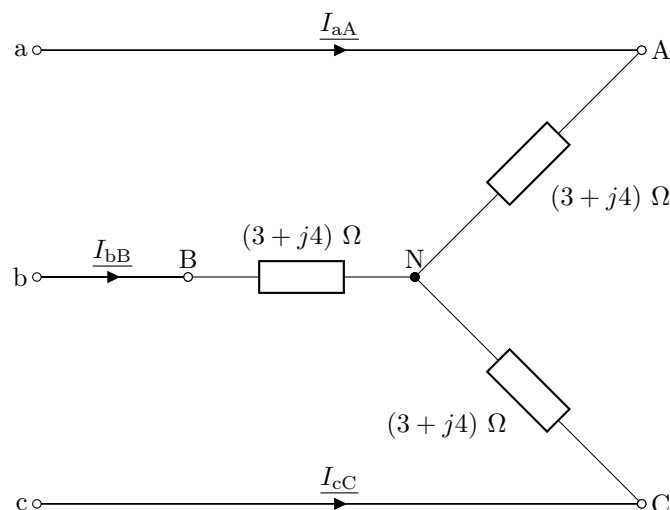

Figura 6.1: Circuito del problema 1.
1. En el circuito de la figura 6.1, sabiendo que  $\underline{U}_{AN} = 230\angle 0^\circ$  V, halla: a) las tensiones simples restantes; b) las tensiones de línea; c) las corrientes que se absorben de la línea; d) representa todas las magnitudes en un diagrama fasorial.